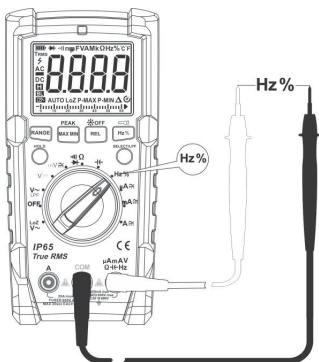

Рис.8.
7.7. Измерение частоты и коэффициента заполнения (только для переменного тока), (см. рис. 8)